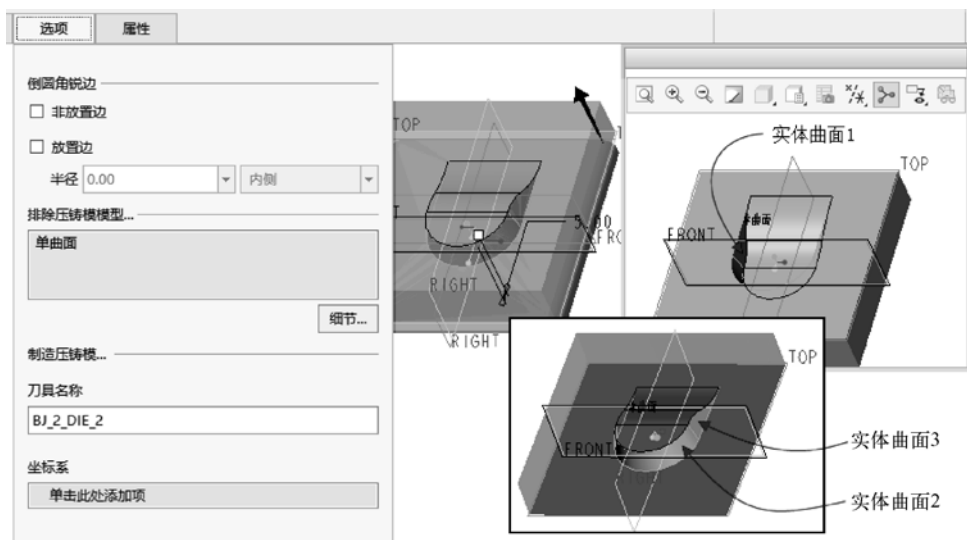

图 2-42 指定要排除的曲面
(8) 在功能区的“凹模”选项卡中打开“选项”面板，在“排除压铸模模型”收集器的框内单击以激活该收集器，在凹模模型中选择实体曲面 1，按住〈Ctrl〉键并选择实体曲面 2 和实体曲面 3，如图 2-42 所示，从而将所选的这 3 个曲面作为凹模成型特征要排除的曲面。